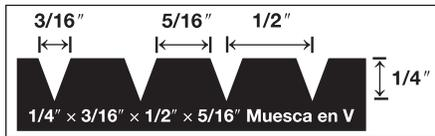

Figura 2
- Palustre con muesca en V (Figura 2) u otro palustre de un fabricante de adhesivos.